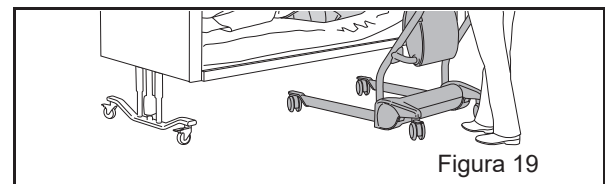

Figura 19
4. Cerciórese de que la grúa esté colocada en perpendicular a la cama (véase la figura 19).